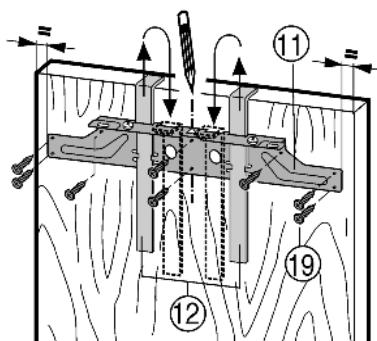

Fig. 14
- ▶ Навесьте крепежную поперечину Fig. 14 (11) с монтажными вспомогательными элементами Fig. 14 (12) на внутреннюю сторону мебельной дверцы.
- ▶ Выравнивание крепежной поперечины Fig. 14 (11) по центру: начертите короткую центральную линию на мебельной дверце, совместите с ней острие стрелки поперечины.
- ▶ Прикрутите крепежную поперечину Fig. 14 (11) по меньшей мере 6 винтами Fig. 14 (19).
- ▶ Прикрутите крепежную поперечину Fig. 14 (11) 4 винтами Fig. 14 (19) по краю.
- ▶ Вытяните вверх монтажные приспособления Fig. 14 (12) и, развернув, вставьте их в расположенные рядом приемные отверстия.